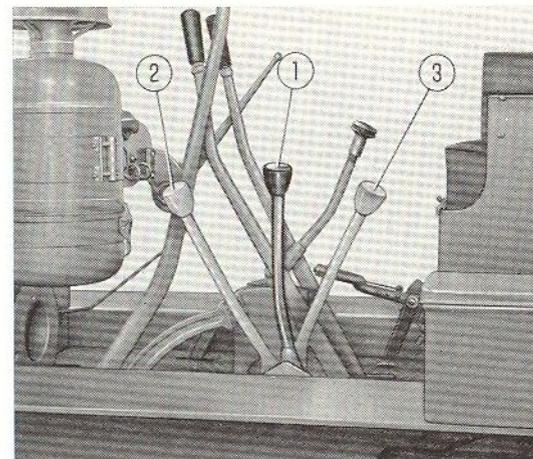

Fig. 13. - Levier du dispositif d'enclenchement du moteur Diesel.
1. Levier du dispositif d'embrayage du moteur Diesel: il commande l'accouplement entre le moteur de lancement à essence et le moteur Diesel (voir fig. 13).
8. Poussez en avant le levier d'embrayage du moteur Diesel (2, figure 13), d'abord lentement jusqu'à dépasser le point de résistance maximum; ensuite à fond, d'un coup décidé, jusqu'à l'enclenchement du pignon de démarrage sur la couronne du volant du moteur Diesel.
9. Accélérez le moteur à essence, et tirez ensuite en arrière le levier du dispositif d'enclenchement d'un coup décidé (3, fig. 13). Gardez le levier dans cette position jusqu'à quand le moteur Diesel ait démarré, puis ramenez-le dans sa position de point mort (1, fig. 13). Si la température ambiante est très basse, si le démarreur manque de reprise, fermez pendant quelques instants la prise d'air de façon à enrichir le mélange.